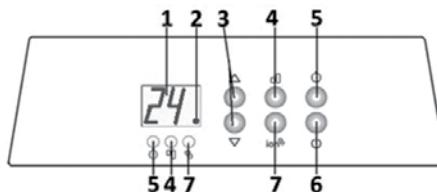

Рис. 4
5. Нажмите кнопку питания 6 (рис.4) для включения прибора, на дисплее загорятся цифры. Установите желаемый режим работы.
Данный режим работы позволяет задавать желаемую Вами рабочую температуру. Этот режим включается автоматически, если после включения конвектора не был задан другой. С помощью кнопок управления 3 (рис.4) изменяйте желаемый диапазон температур, ступенчато увеличивая или уменьшая его на 1°C. Максимально допустимая температура, которую можно установить, 35°C, минимально допустимая 5°C. При удержании одной из кнопок температура будет увеличиваться или уменьшаться на 1°C каждые 0,5 секунд. Последняя заданная температурная установка принимается за активную. Через 5 секунд после установки желаемой температуры система возобновит свою работу и на дисплее отобразится текущая температура в помещении.
Для установки таймера нажмите и удерживайте кнопку 5 (рис. 4). После мигания индикатора таймера на дисплее отобразится заданное время. С помощью кнопок 3 (рис. 4) изменяйте желаемое к установке время, увеличивая или уменьшая время на 1 час. При включенном индикаторе система начинает отсчитывать время в соответствии с предыдущей установкой, если новое значение не будет установлено в течение 5 секунд. Каждый раз при нажатии кнопок 3 система начинает новый отсчет времени или возвращается к исходным параметрам по окончании работы таймера, после чего выключается и прекращает работу. Для отмены работы таймера необходимо повторно нажать кнопку 5 (рис. 4).
Конвекторы серии Комфорт Е2.0 полностью безопасны для детей, поскольку позволяют использовать функцию «Родительского контроля». Для блокировки панели управления нажмите и удерживайте в течение 3 секунд обе кнопки 3 (рис. 4).
Для снятия блокировки с системы повторно нажмите и удерживайте обе кнопки 3 (рис.4).
Для выбора режима мощности нажмите и удерживайте кнопку 4 (рис. 4). При установке режима полной мощности загорится индикатор 4.
Для активации ионизатора воздуха нажмите кнопку 7 (рис.4), на панели управления загорится индикатор 7. Для отключения ионизатора повторно нажмите кнопку 7, после чего индикатор должен погаснуть.